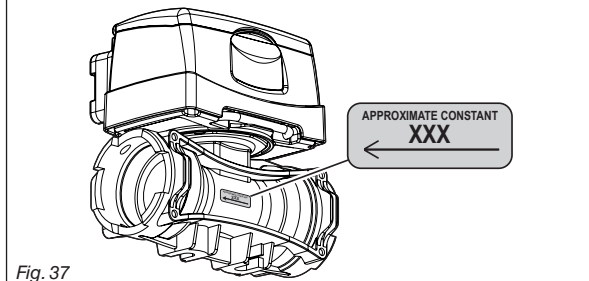

Fig. 37
- C) Presionar para memorizar la modificación, o D) Presionar para salir de la pantalla sin confirmar la modificación del dato. Consultar la etiqueta presente en el cuerpo (Fig. 37).